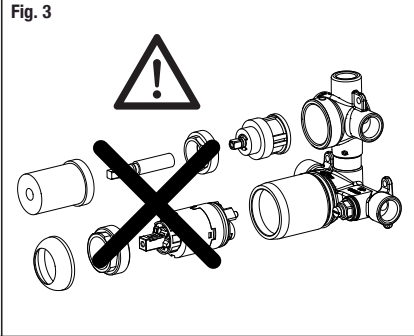

Fig. 3
**ATENCIÓN:** NO DESMONTAR LOS CARTUCHOS BAJO NINGUNA RAZÓN. SERÁ CAUSA DE LA ANULACIÓN DE LA GARANTÍA (FIG. 3).
**DO NOT DISASSEMBLE THE CARTRIDGE UNDER ANY REASON. IT WILL VOID THE WARRANTY (FIG. 3).**
**NE PAS DÉMONTÉZ LES CARTOUCHES POUR QUELQUE RAISON QUE CE SOIT. CELA ENTRAÎNERA L'ANNULATION DE LA GARANTIE (FIG. 3).**